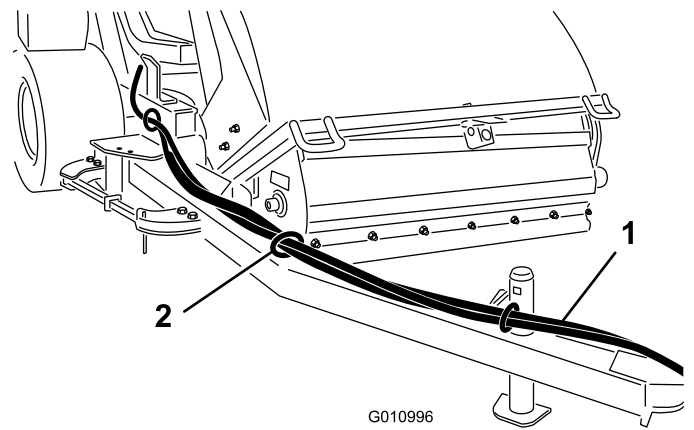

Figura 10
1. Pase los manguitos hidráulicos y el arnés de cables a través de las guías de manguito hasta la parte delantera del enganche (Figura 10).